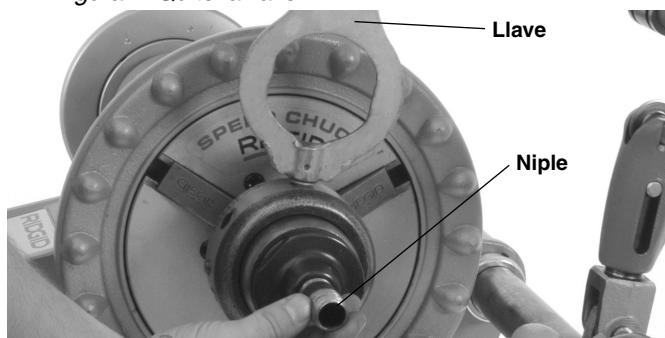

Figura 4 – Extracción del niple
- Introduzca la clavija de la llave en uno de los agujeros del cuerpo del mandril niplero. Gire la llave para soltar el niple acabado y desenróquelo del adaptador. Vea la Figura 4. Quite la llave.